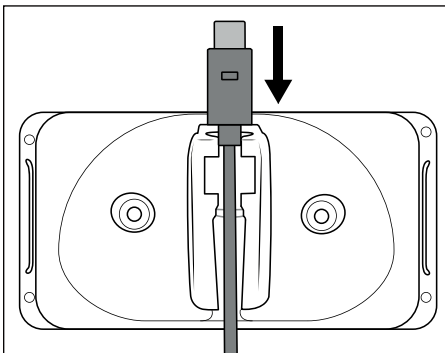
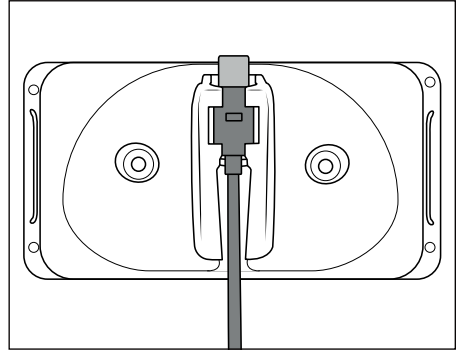

Fig. 1
Fig. 2
- Asegúrese de que no haya cables eléctricos ni otros conductos o tuberías en la pared justo en el sitio donde desee taladrar los orificios para el soporte mural ③. ¡Existe peligro de muerte si se taladra un cable eléctrico!
- 1) Introduzca el conector USB-C ⑤ de la fuente de alimentación ④ en el soporte mural ③ (consulte la fig. 1). Deslice el conector USB-C ⑤ hacia abajo hasta que encastre en el soporte mural ③ (consulte la fig. 2).